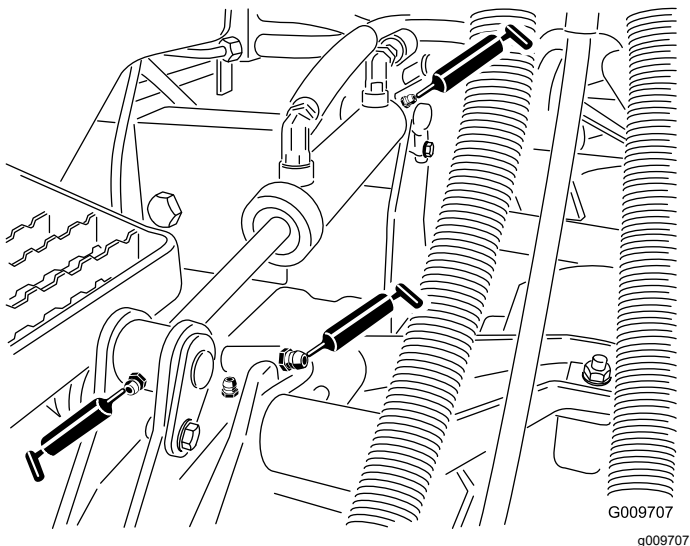

图 38
- 提升臂轴套每个滚刀组 1 个如图 38所示
- 提升油缸轴套每个滚刀组 2 个如图 38所示